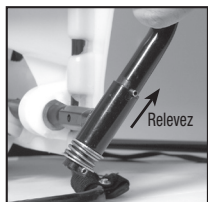

Figure 6
La poignée de pompe s'installe à l'une ou l'autre extrémité de l'arbre de la pompe (A). Pour installer la poignée de pompe, placez la poignée (C) sur l'arbre (A) en alignant le trou de la poignée de pompe et le trou de l'arbre. Glissez les boulons (B) à travers des trous vis-à-vis, comme montré aux figures 1 à 4. Serrez l'écrou (D) au boulon. Il y a dans trous dans la poignée de la pompe pour permettre un montage de droitier (fig. 5) ou gaucher (fig. 6).